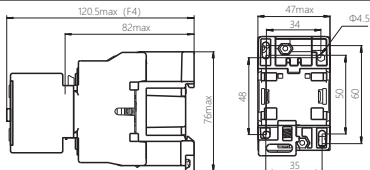

图1 外形尺寸及安装尺寸
2.1 继电器外形尺寸及安装尺寸见图1。型号规格重量见箱贴。